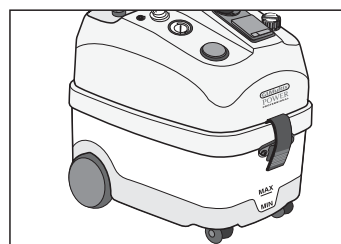

Fig. 7a
- Remplir le réservoir de récupération (G) avec 2,5 litres d'eau jusqu'à l'encoche minimum du réservoir (Fig. 7a) après avoir retiré la partie supérieure de l'appareil en intervenant sur les crochets spéciaux (F).
- Remettre en place la partie supérieure de la machine sur le réservoir de récupération dans le sens indiqué (Fig. 7a).
- Agraffer les crochets de fermeture (F) en vous assurant que les deux parties coïncident parfaitement.